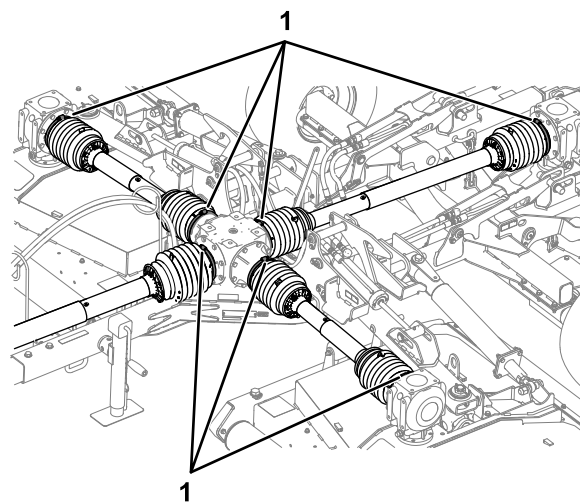

Figura 22
7. Verifique se as sete braçadeiras de cabos seguram com firmeza os resguardos do veio da transmissão nas caixas de transmissão da plataforma central (Figura 22).